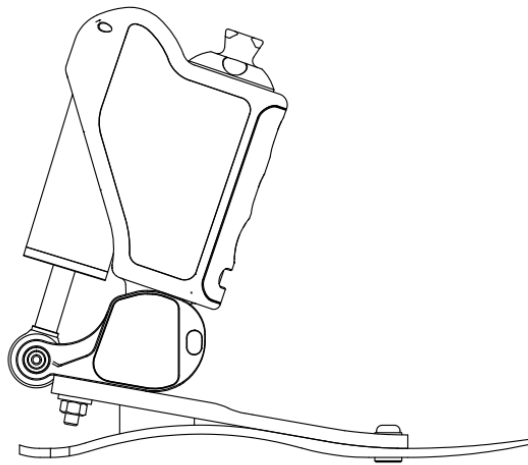

Рисунок 4: Положення протеза при передньому згинанні.
**Увімкнення/Вимкнення** Це робиться як за допомогою жесту, так і за допомогою програми на панелі Режими, описаної в розділі 3.10. Щоб змінити стан (увімкнути або вимкнути режим) за допомогою жесту (рисунок 4), необхідно утримувати максимально можливе переднє згинання протеза протягом 10 секунд.